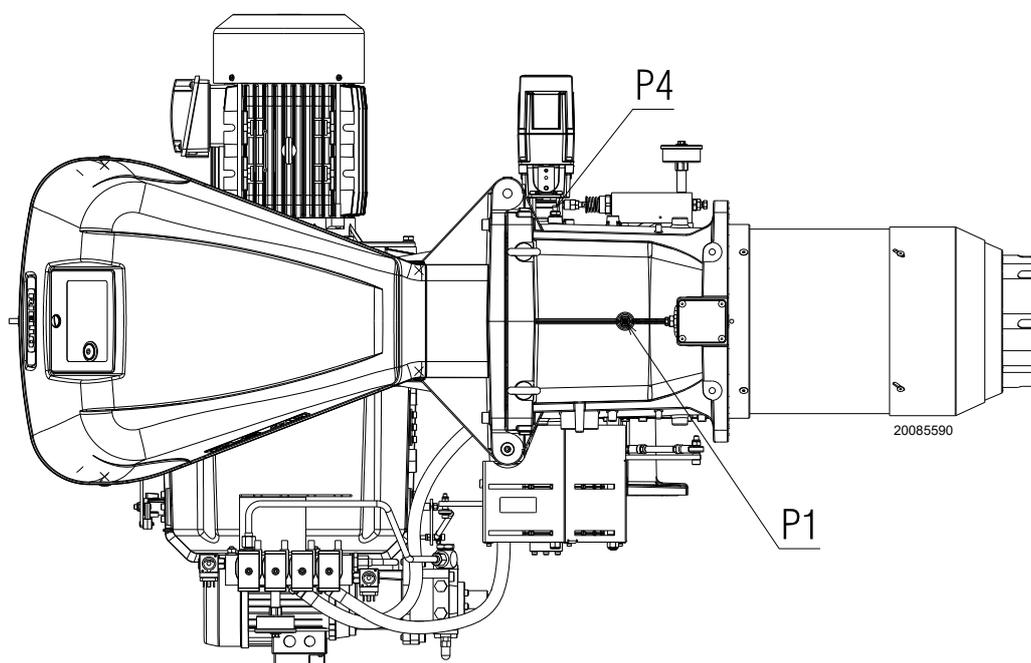

Fig. 28
Pressione del gas misurata alla presa P1)(Fig. 28), con:
- sottrarre dalla pressione del gas alla presa P1)(Fig. 28) la pressione in camera di combustione.
Pressione del gas alla presa P1)(Fig. 28) = 29,4 mbar
Per conoscere invece la pressione del gas necessaria alla presa P1)(Fig. 28), fissata la potenza MAX alla quale si desidera funzioni il bruciatore:
- Leggere sulla destra, colonna 1, la pressione alla presa P1)(Fig. 28).
pressione necessaria alla presa P1)(Fig. 28).